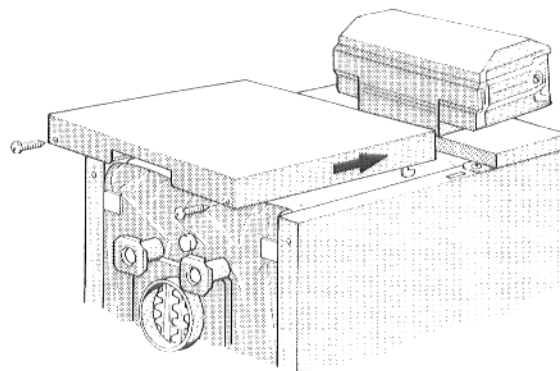

Fig. 14
- Poser le capot arrière de la chaudière sur les rebords supérieurs des panneaux latéraux, le tirer vers l'avant jusqu'à ce que les deux ergots s'enclenchent dans les fentes des rebords supérieurs des panneaux latéraux (fig. 14).
- Fixer le capot arrière de la chaudière à la paroi arrière de la chaudière à l'aide de 2 vis Parker (fig. 14).